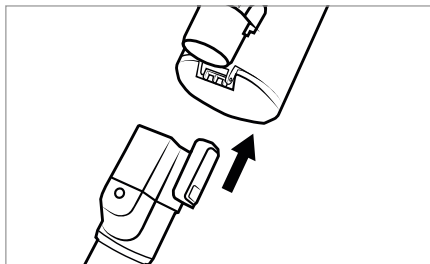

Fig. 1
- 1) Infilare il tubo di aspirazione 23 nell'apparecchio fino a quando non si innesta in posizione con un clic (vedere fig. 1).